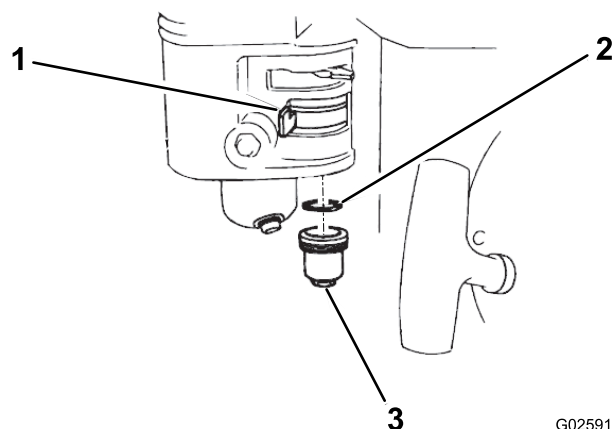

Figura 34
1. Mova a válvula de corte do combustível para a posição DESLIGAR; de seguida, retire o copo de sedimentos de combustível e o anel de retenção (Figura 34).